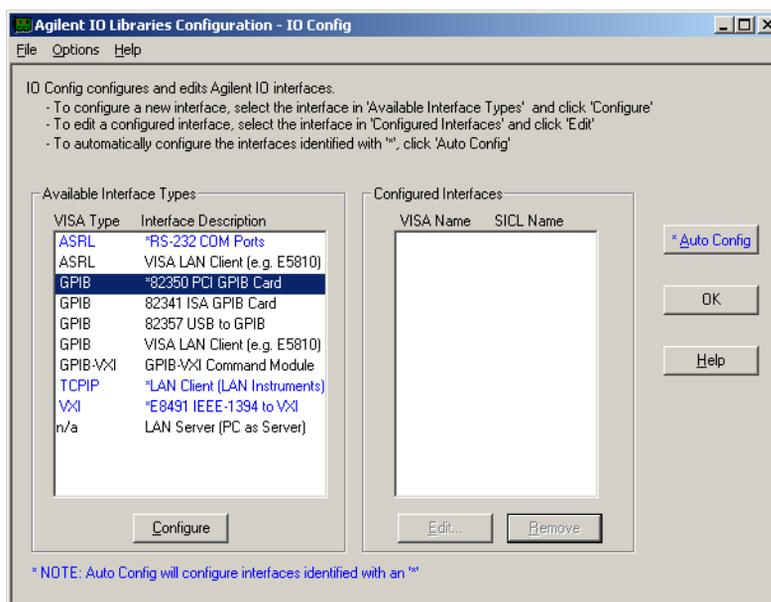

Figura 35 Selezionare il tipo di interfaccia adatto nella finestra I/O Config
- 3 Dall’elenco “**Available Interface Types**” selezionare la propria scheda di interfacciamento, es. “**Agilent 82350 GPIB**” (vedere la Figura 35) e premere “**Configure**”.